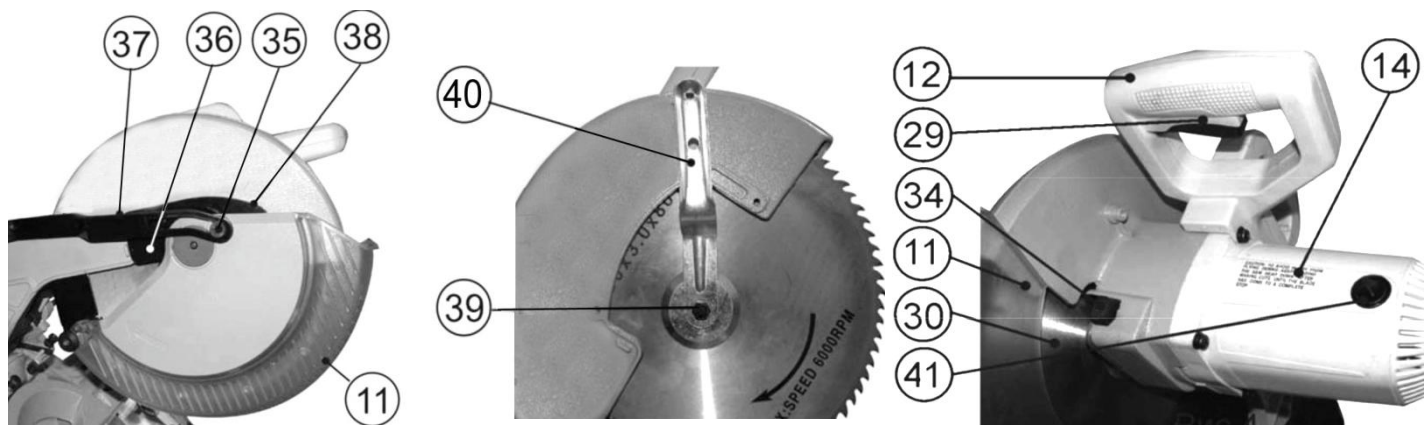

Рис. 7
- Нажмите на кнопку фиксации пильного диска (34). Используя входящий в комплект ключ (41) (См. Рис.7), отверните болт крепления пильного диска (39), поворачивая по часовой стрелке (при этом пильный диск не должен вращаться). Снимите внешний фланец и пильный диск.
- Установите пильный диск в соответствии так, чтобы зубья пильного диска были направлены вниз в передней части пилы. Затяните болт крепления (39), вращением против часовой стрелки, придерживая в нажатом положении кнопку фиксации (34) пильного диска (30) (См. Рис.7)
- Установите и закрепите защитный кожух (11).
- Заменяйте угольные щетки, когда они изношены до критического минимума в 5 мм их длины. Или при значительном падении мощности электродвигателя. Щетки необходимо менять парами, для этого необходимо выкрутить крышку щёткодержателя (41) на корпусе электродвигателя (См. Рис.7), извлечь и заменить щётки. Установить крышку на место.